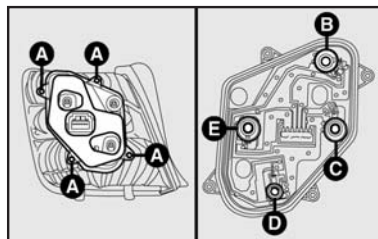

fig. 25
- Soltar os 4 parafusos **A**-fig. 25 e retirar o porta-lâmpadas de sua sede.